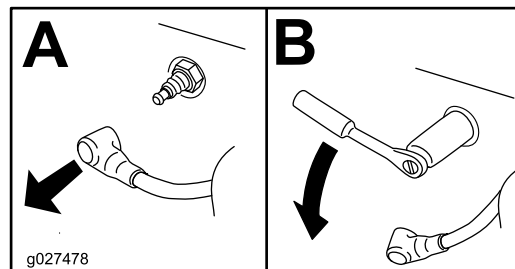

Figura 27
4. Rimuovete la candela (Figura 27).